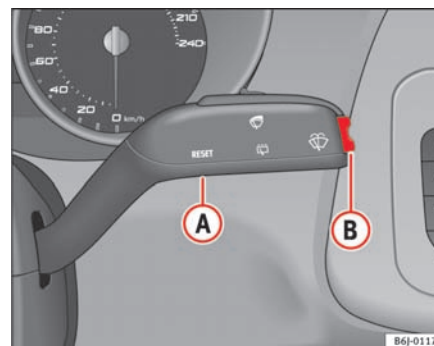

Fig. 32 Betjeningsarm til viskerne: knap A og vippekontakt B
- Når tændingen er tilsluttet, skal du trykke et kort øjeblik på knappen ⇒ fig. 32 ① på betjeningsarmen til viskerne for at skifte mellem de to hukommelser.